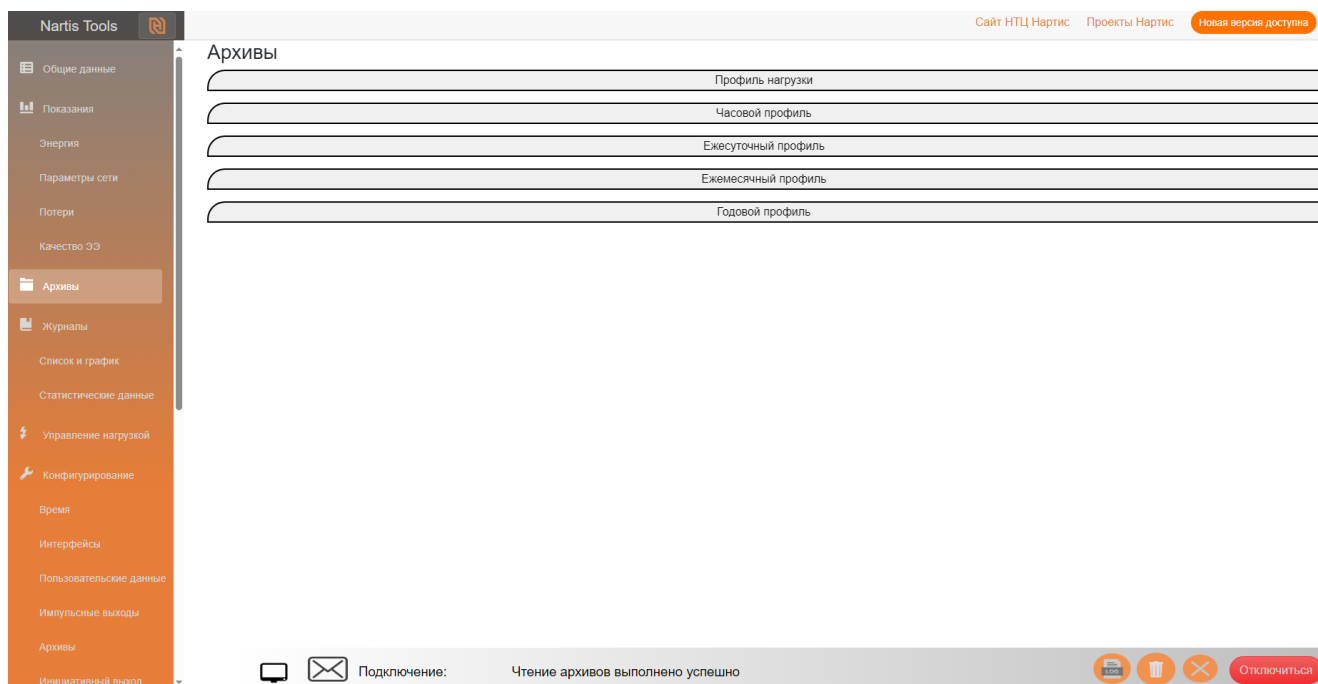

Рисунок 27 – Диалоговое окно раздела «**Архивы**»
10.1 В режиме чтения в разделе «**Архивы**» основного меню конфигуратора доступны архивные данные профиля нагрузки, часового, ежесуточного, ежемесячного и годового профилей (рисунок 27).